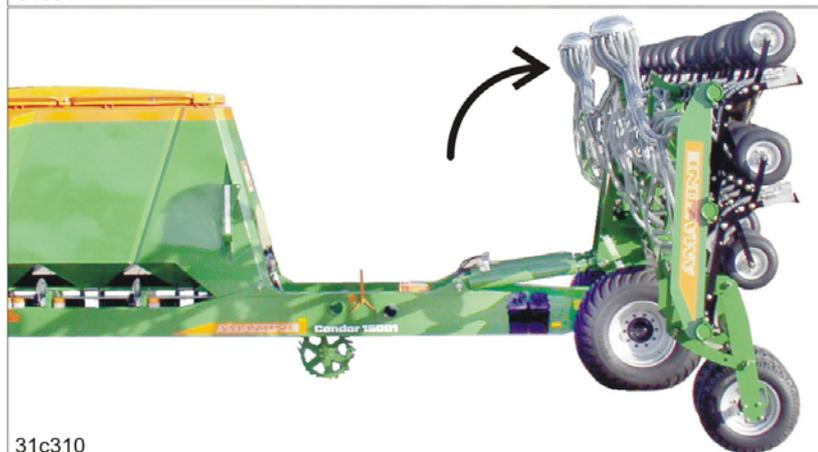

Fig. 208 31c310
- o die Verteilerköpfe eingeklappt sind (siehe Fig. 208)